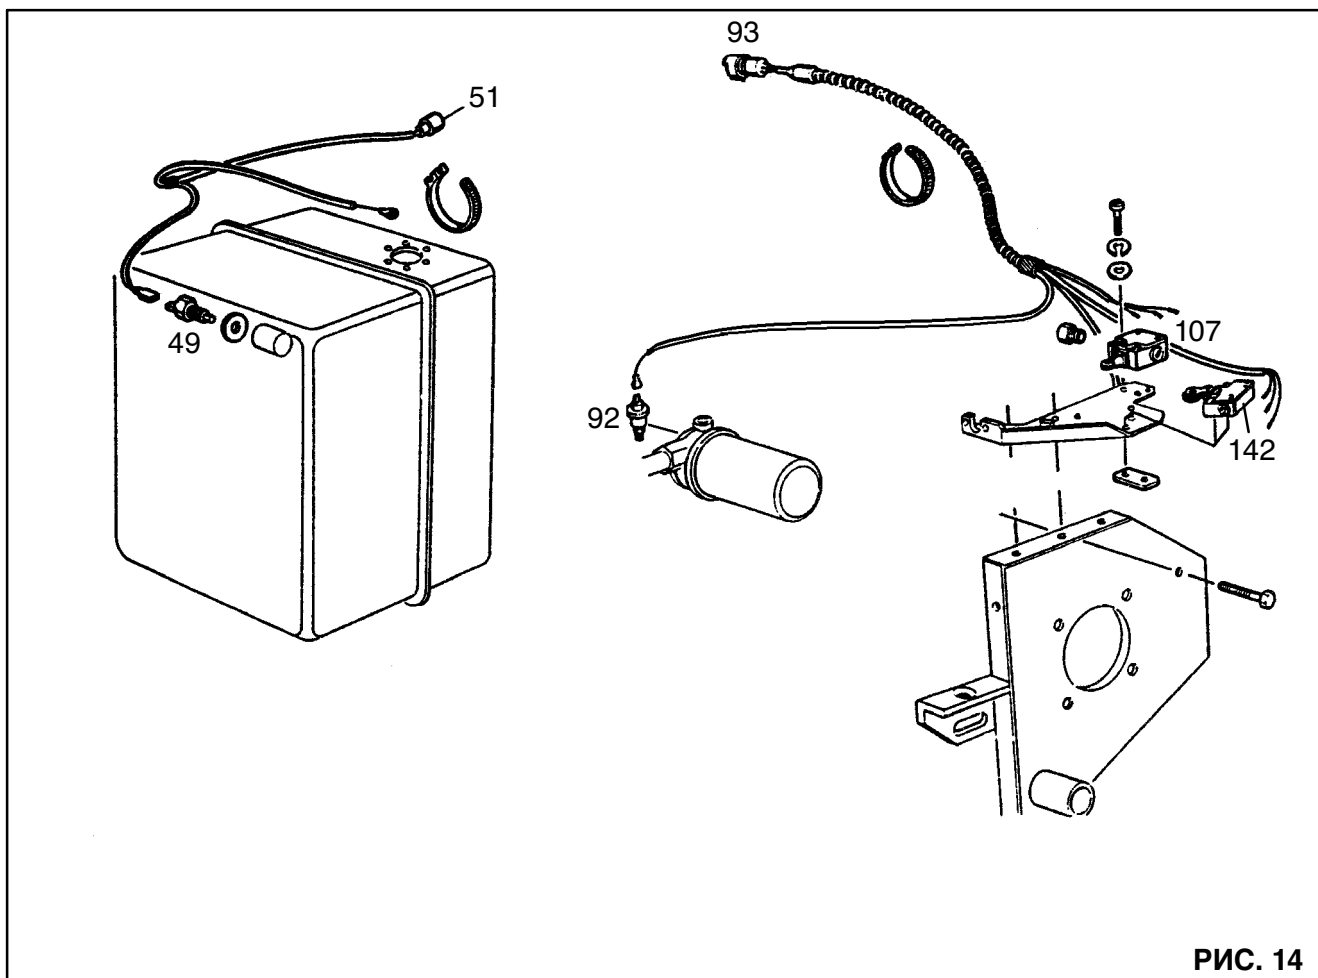

РИС. 14
**ЭЛЕКТРИЧЕСКАЯ ЦЕПЬ УПРАВЛЕНИЯ ГИДРОСТАТИЧЕСКОГО ПРИВОДА - Рис. 14**